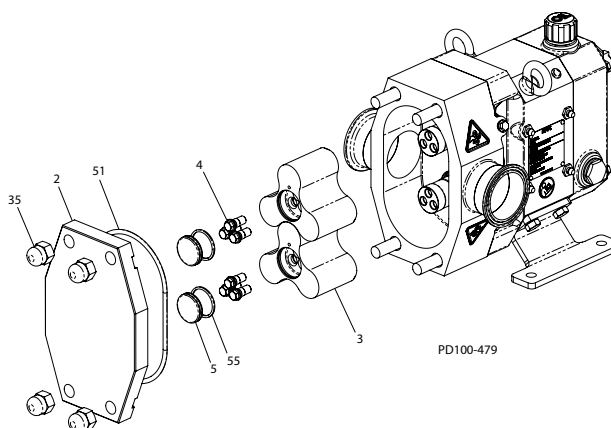

Рисунок 30 - Снятие ротора и крышки насоса
**Таблица 4: Таблица ссылок для Рисунок 30**
1. Снимите накидные гайки крышки (Рисунок 30, пункт 35).
1. Снимите винтовые колпачки (Рисунок 30, пункт 5) с роторов (позиция 3). Снимите и проверьте уплотнительные кольца (позиция 55).
3. Снимите роторы (Рисунок 30, пункт 3). Если ротор нельзя снять вручную, используйте движения вкручивания для того, чтобы их освободить. В случае неуспешного исхода, постучите по корпусу при помощи деревянного молотка для ослабления роторов.